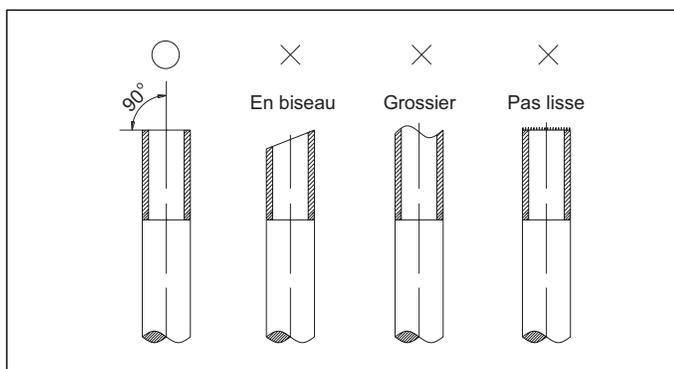

Figure 27. Coupe des conduites
- Couper les conduites avec un coupe-tube. Les coupes doivent être plates et lisses comme illustrées à la «Figure 27. Coupe des conduites».